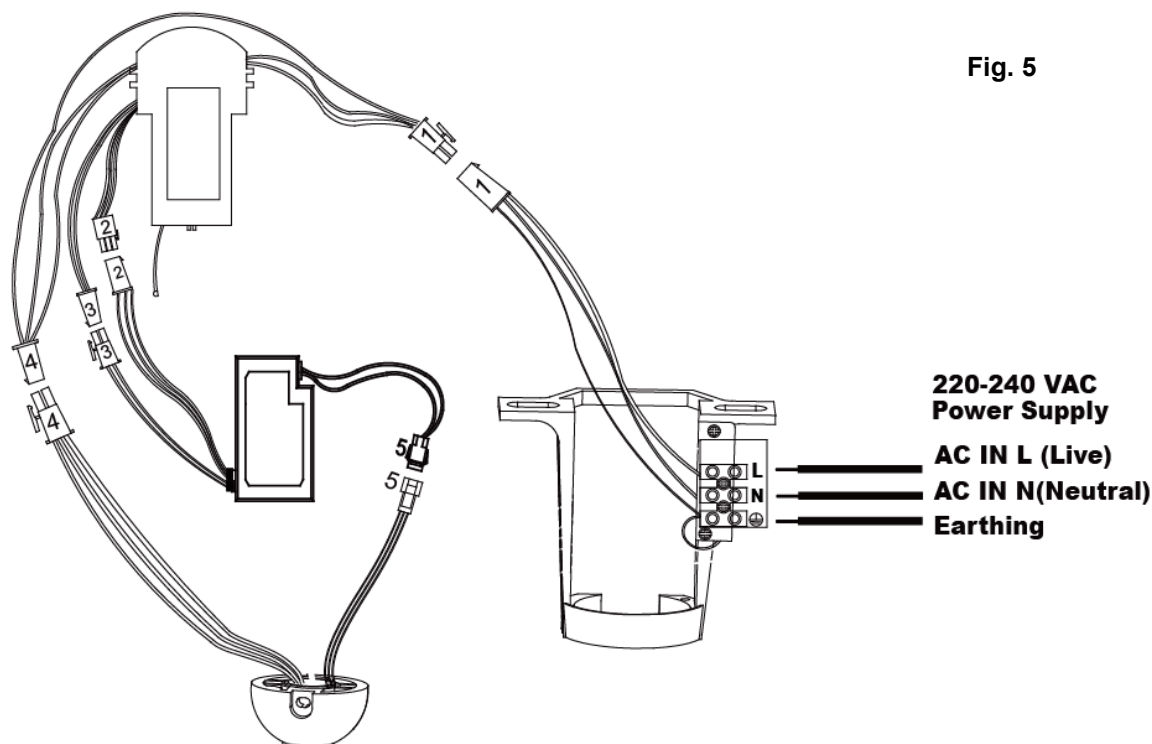

Fig. 5
3. Fate riferimento allo schema di collegamento fornito per il Collegamento elettrico/installazione. Fig.5